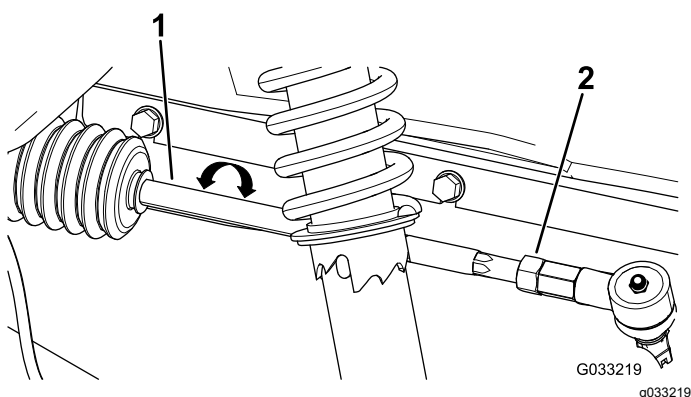

Figura 45
3. Si la distancia no es de 0 a 6 mm (0 a ¼"), afloje las contratuercas en el extremo exterior de las bielas (Figura 45).